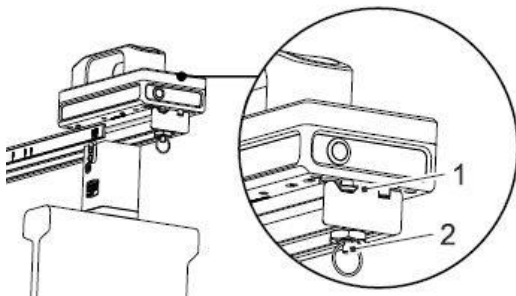

Abb. 3
- FüÙe des FM4-LO in die Führungsnuten der Messschiene einpassen (1, Abb. 3). Dabei Arretierbolzen (2, Abb. 3) nach unten ziehen.